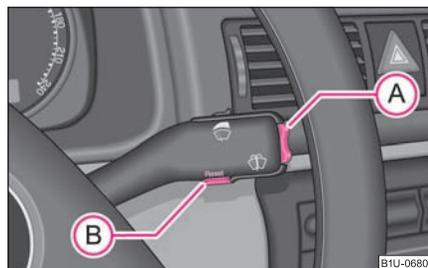

Fig. 21 Indicateur multifonctions: Eléments de commande
La modification de la mémoire se fait au moyen de la touche  ⇒ fig. 21.
L'interrupteur (A) et la touche (B) se trouvent dans la poignée de la manette des essuie-glaces ⇒ page 20, fig. 21.
Vous devez effacer la mémoire avec la touche **B** ⇒ page 20, fig. 21 et recommencer la mesure si vous souhaitez connaître la consommation de carburant moyenne durant une période bien précise. Après l'effacement des traits apparaissent sur le visuel durant les 300 premiers mètres.
Le trajet parcouru depuis le dernier effacement de la mémoire apparaît sur le visuel ⇒ page 20. Si vous souhaitez compter la durée du trajet à partir d'un moment bien précis, effacez alors la mémoire juste à ce moment-là en appuyant sur la touche **B** ⇒ page 20, fig. 21.
La vitesse moyenne en km/h depuis le dernier effacement de la mémoire apparaît sur le visuel ⇒ page 20. Vous devez effacer la mémoire avec la touche **B** ⇒ page 20, fig. 21 et recommencer la mesure si vous souhaitez connaître la vitesse moyenne durant une période bien précise.
La durée du trajet depuis le dernier effacement de la mémoire apparaît sur le visuel ⇒ page 20. Si vous souhaitez compter la durée du trajet à partir d'un moment bien précis, effacez alors la mémoire juste à ce moment-là en appuyant sur la touche **B** ⇒ page 20, fig. 21.